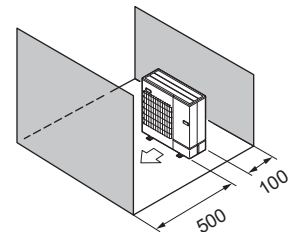

Fig. 2-11
- (5) Obstáculos sólo en la parte trasera y trasera (Fig. 2-11)